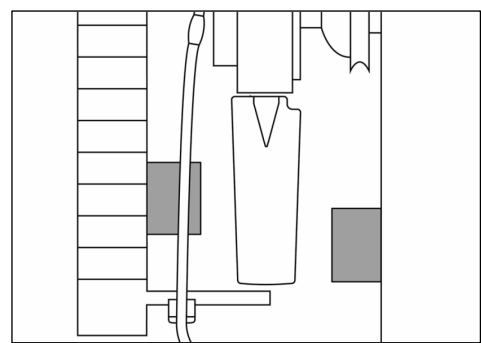

図 : 34
- 30) ブレードが交差位置にあるときに、ファンの前後にある物と衝突しないようにしてください（最小隙間 5 mm (0.196 インチ) / 図 : 34 参照）。